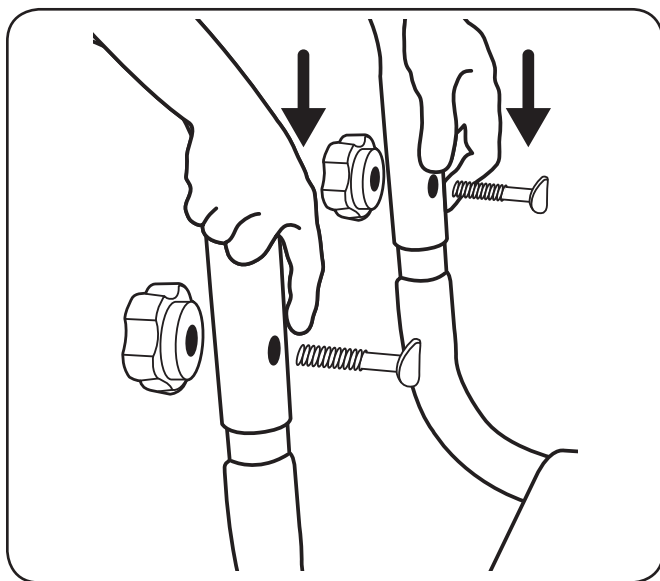

Figure 3-1
1. Faites glisser la poignée sur le cadre et le fixer avec les boulons de selle et les boutons. Ver la Figure 3-1.